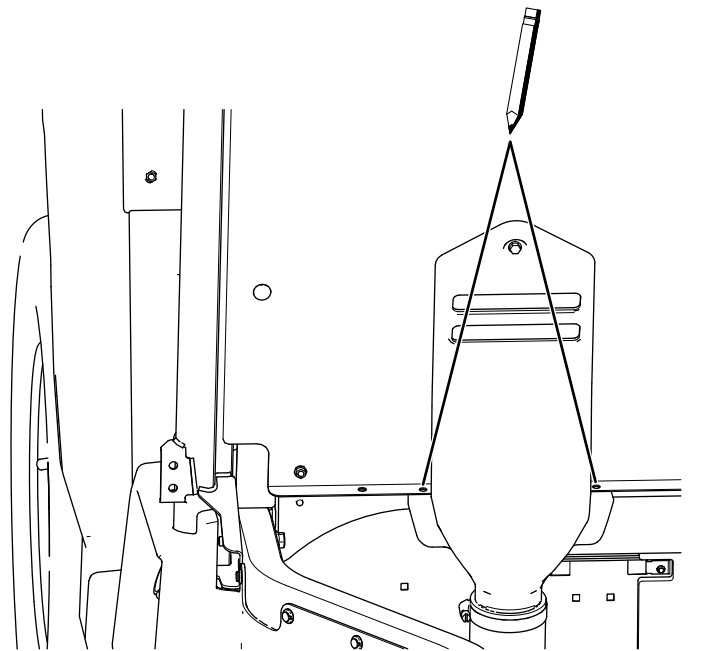

Bild 63
- C. Verwenden Sie die CVT-Ansaughaube als Schablone und markieren Sie die Positionen der beiden Löcher (Bild 63).